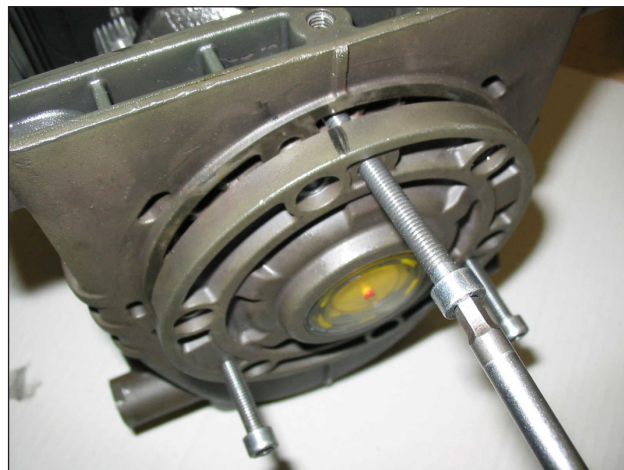

Рис. 3
- Боковые крышки (и фланец VFV), используя для снятия 3 винтов M6x50 (M10x40 для фланца VFV) с полной резьбой путем ввинчивания их в резьбовые отверстия, как показано на Рис. 3.